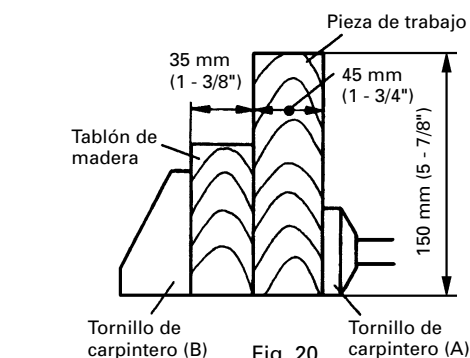

Fig. 20
- (2) En la Fig. 20 se muestran las dimensiones de una pieza de trabajo a cortarse con un ángulo de 45°. La utilización de una placa, como se muestra en la figura, permitirá el corte de piezas de trabajo de hasta 45 mm (1-3/4") de anchura x 150 mm (5-7/8") de altura. Al salir de fábrica, la hoja de sierra de la herramienta ha sido ajustada para cortar piezas de 150 mm (5-7/8") de altura. (Consulte la página 45, "6. Ajuste de la posición de la empuñadura".)